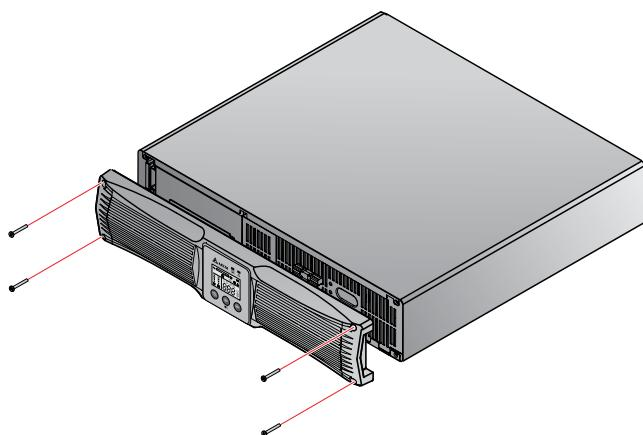

Рис. 3-5. Снимите пластмассовую переднюю панель
- 1 Выкрутите четыре винта из пластмассовой передней панели. См. *Рис. 3-5*.